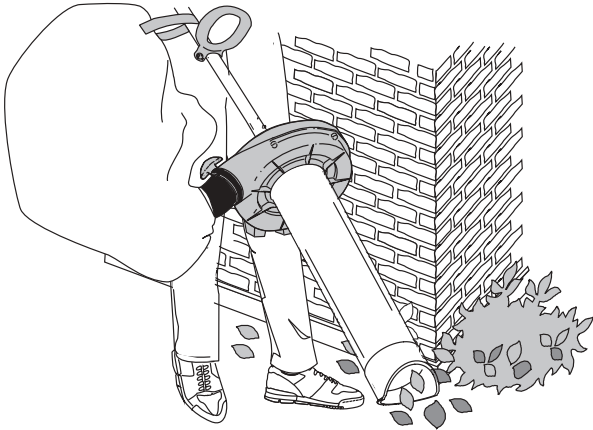

Fig. 8
1. Vous pouvez vous servir de l'aspirateur pour nettoyer autour des pierres, sous les arbustes et les arbres, le long des murs ou pour aspirer les tas de débris formés par la souffleuse. (Fig. 8)